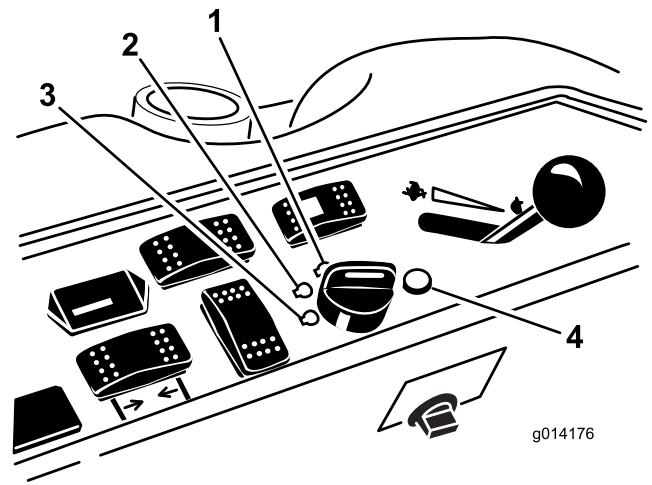

Figura 14
6. Girate la chiave di accensione in senso orario, in posizione di marcia (Figura 14).
3. Girate la chiave di accensione in posizione Off (Figura 14). Attendete che tutte le parti in movimento si siano fermate, prima di lasciare il posto di guida.